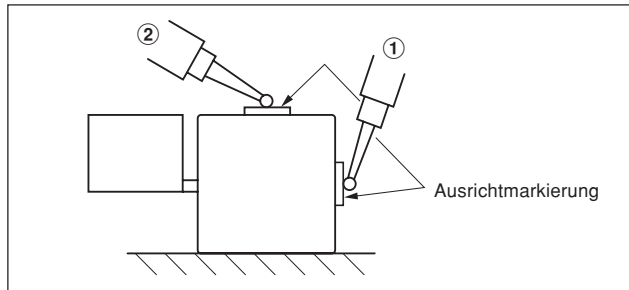

Abb. 3-7 Prüfung der Parallelität zwischen Maßstab und Maschinentischbewegung
Einen Messtaster oder eine Messuhr direkt an der Stelle ansetzen, wo sich die Ausrichtmarkierung (Abb. 3-7, ①) an der Seite des Maßstabs befindet, und prüfen, ob der Maßstab einwandfrei parallel zur Bewegung des Maschinentisches eingebaut ist.
**(5) Wenn die vorgeschriebene Parallelität der Maßstab-Einbauhalterung nicht erzielt werden kann**
Abstandsstücke unter die Füße legen und den Messtaster oder die Messuhr auf jede Ausrichtmarkierung setzen, wie in ② in Abb. 3-7 gezeigt, um die Parallelität zu messen, und den Unterschied zwischen den Ausrichtmarkierungen auf innerhalb von 0,08 mm ausrichten.